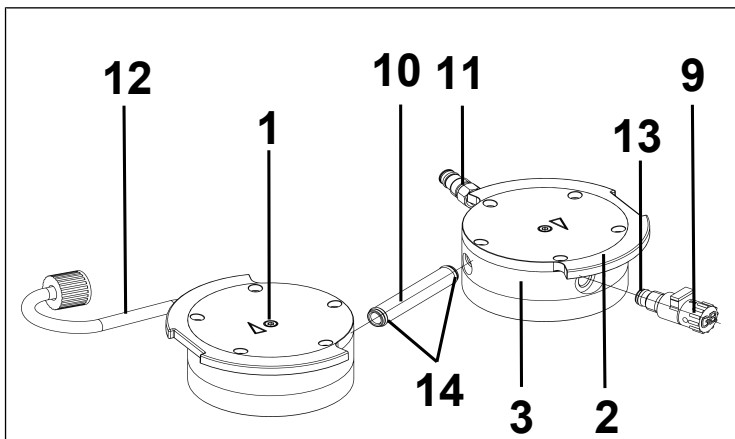

Abb. 14: O-Ringe wechseln
2. Ziehen Sie das Verschaltungrohr (10/Abb. 14) aus dem Kopfdeckel (3) heraus.
- i** Die beiden Schlauchverbindungen (11) und (12) bleiben in den Kopfdeckeln montiert.
3. Tauschen Sie die beiden O-Ringe (14) am Verschaltungrohr (10/Abb. 14) aus.
4. Lösen Sie jeweils die innenliegende Kopfschraube (1) an beiden Pumpenköpfen.
5. Nehmen Sie die beiden Druckplatten (2) zusammen mit den beiden innenliegenden Kopfschrauben (1) ab.
6. Schrauben Sie den Gasballast (9/Abb. 14) aus dem Kopfdeckel (3) heraus.
7. Tauschen Sie den O-Ring (13) am Gasballast (9/Abb. 14) aus.
8. Schrauben Sie den Gasballast (9/Abb. 14) bis zum Anschlag in den entsprechenden Kopfdeckel (3) ein. Drehen Sie ihn anschließend wieder zurück bis die Fläche nach oben orientiert ausgerichtet ist.
1. Nehmen Sie den Kopfdeckel (3) von der Zwischenplatte (6) ab.
2. Nehmen Sie die alte Ventilplatten/Dichtungen (4) ab.
3. Reinigen Sie die Zwischenplatte (6) vorsichtig (falls Ablagerungen vorhanden).
4. Setzen Sie die neuen Ventilplatten/Dichtungen (4) in entsprechende Sitze der Zwischenplatte (6) ein.
6. Entsorgen Sie die ausgewechselten Ventilplatten/Dichtungen (4) sachgerecht.
7. Stecken Sie das Verschaltungsrohr (10/Abb. 14) wieder in die Kopfdeckel (3).